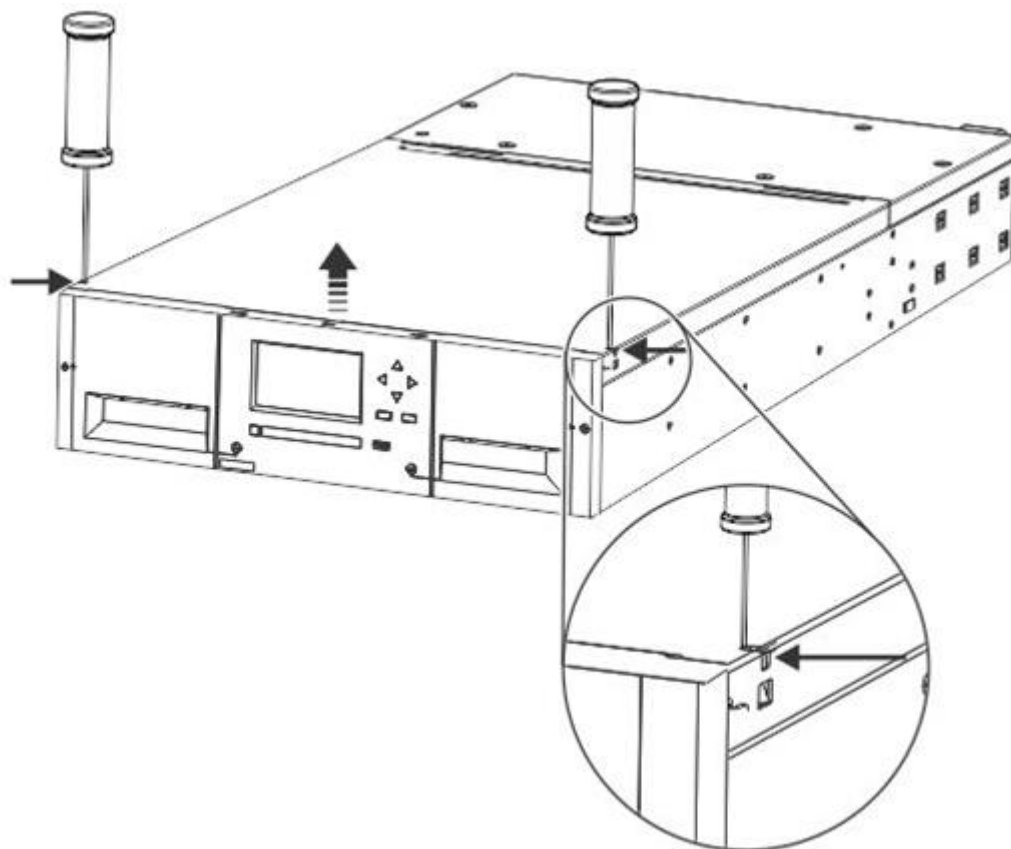

図 1-18 モジュール上部の止め金を外す
1. ライブラリの上部カバーを基本モジュールから取り外します。図 1-18を参照してください。